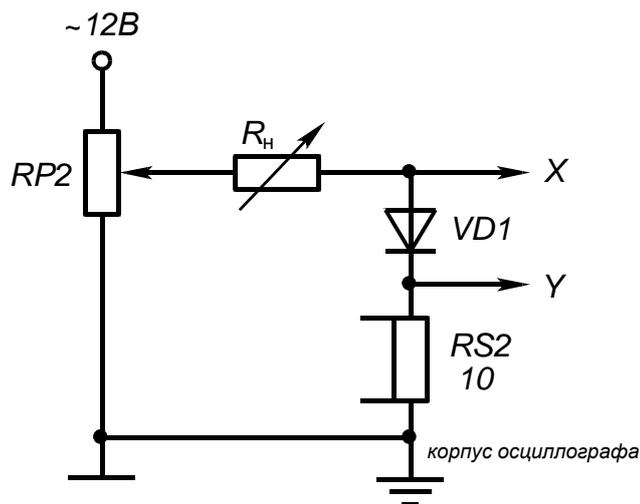

Рис. 4.3
г) собрать схему для получения ВАХ диода на экране осциллографа. Исследование выпрямительного диода выполняется на переменном токе в соответствии с принципиальной схемой, изображенной на рис. 4.3. Вход Y (CH2) осциллографа подключить к шунту $RS2$, а корпус осциллографа (землю) соединить с общим проводом (землей) схемы. Вход X (CH1) осциллографа подключить к аноду диода. При этом переключатель развертки осциллографа должен быть установлен в положение $X-Y$. Светящуюся точку на экране осциллографа поместить в начало координат. Подать питание. Зарисовать ВАХ диода, определить масштабы по току и напряжению;
13. Какие погрешности можно ожидать при осциллографировании по схеме рис. 4.3?